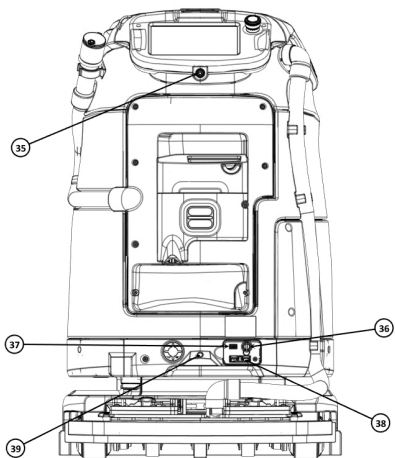

Figura 5
- 35. botão de alimentação (Figura 5)
- 36. interruptor de chave (Figura 5)
- 37. porta USB (apenas para assistência) (Figura 5)
- 38. porta de carregamento manual (Figura 5)
- 39. câmara RGB traseira (Figura 5)